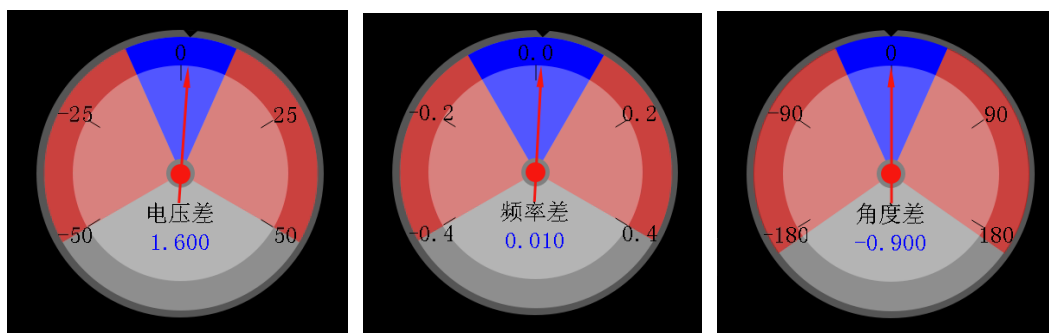
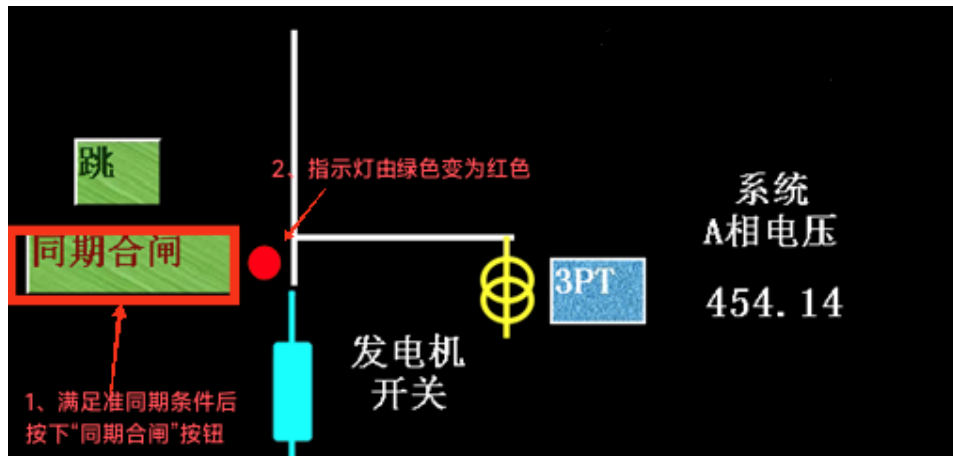

图 15 各差值表盘
图 16 准同期合闸
③无穷大系统侧的开关合闸完成后，从左侧项目栏进入“发电机控制界面”，在界面最右侧有三个表盘（如图 15 所示），分别代表准同期并列的三个要素，即电压差、频率差和角度差；当三个圆盘的指针在蓝色区域时，表示满足准同期条件，可进行下一步的准同期合闸操作。若指针未处于蓝色区域则可通过“增磁/减磁”按钮调整发电机机端电压（如图 16 所示）、“增速/减速”按钮调整发电机的转速（如图 16 所示）。
④当三个表盘的指针都进入蓝色区域时，点击“同期合闸”按钮，若指示灯由绿色变为红色，则表示同期开关合闸成功，即发电机并列成功，如图 16 所示；若指示灯仍为绿色，则表示同期开关合闸不成功，需要通过调整使发电机满足准同期条件，再次进行合闸操作。